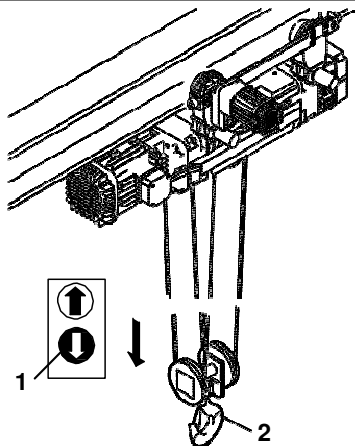

Abb. 145
1. Drücken Sie den Druckknopf „Senken“ -1- an der Druckknopftafel, bringen Sie die Hakenflasche in maximale Absenkenposition (Tiefstpunkt) -2- und klinken Sie eventuell vorhandene Lasten aus (Abb. 145).